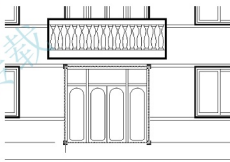
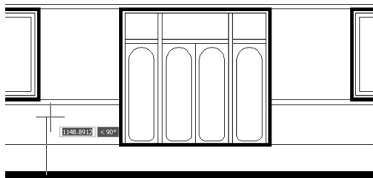

图 4.62 【对象捕捉】工具栏
图 4.63 确定台阶的起点
(1) 定义相对坐标基点：在命令行无命令的状态下，单击首层门洞口矩形，并单击其左下角夹点使其变红（图 4.62），然后按两下 Esc 键取消夹点。
(2) 立面台阶的尺寸：踏高为 150mm，踏宽为 300mm，平台的长度为 4200mm。
(3) 启动绘制【多段线】命令（快捷键 PL）。
① 在指定起点：提示下，输入 “@-1500，-600” 后按 Enter 键，指定直线起点为距离相对坐标基点水平向左 1500mm、垂直向下 600mm 处，结果如图 4.63 所示。